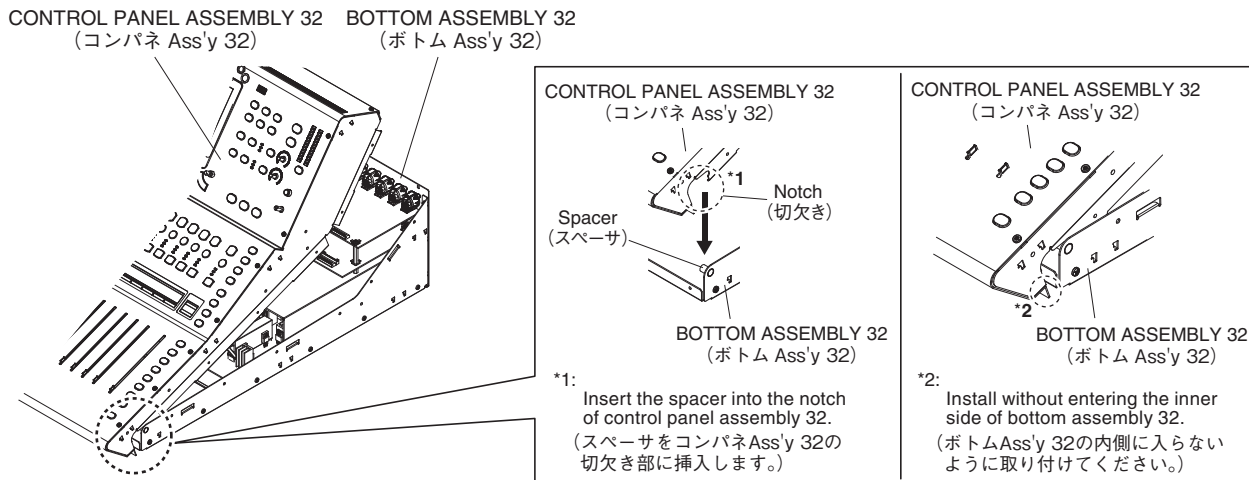

Fig. 4 (図4)
* **When installing control panel assembly 32, see Fig. 4. Be careful not to tuck connector cables inside.**
※ コンパネ Ass'y 32 を取り付ける時は、図 4 を参照してください。また束線を挟み込まないように注意してください。